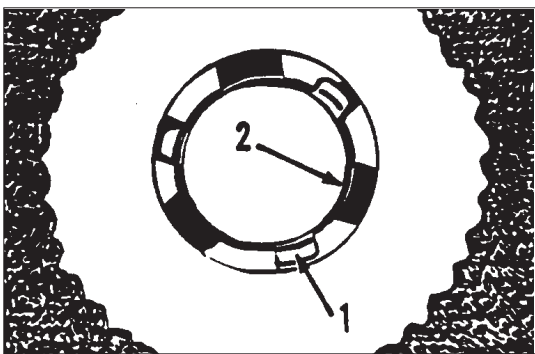

Figure 6
5. Align the lugs (1) on the locking plate into the pad driver adapter openings (2). See figure 6.
5. Inserte el arrastre central del cepillo sobre el acoplamiento de la máquina. (Véase fig. 6)
5. Insérer l'entraînement central de la brosse sur l'accouplement de la machine.(Voir fig. 6)